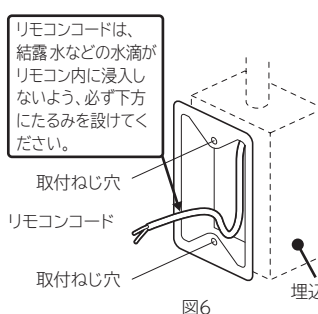

図6
- (1) リモコン取付位置に埋込用スイッチボックス（JIS1個用）を取り付けてください。（図6）